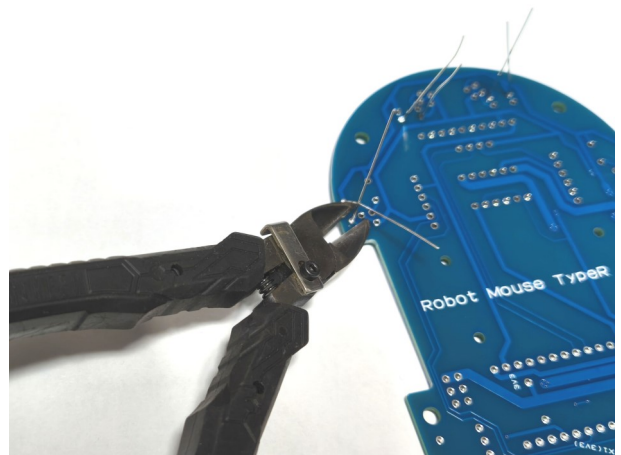

図2-4
4. すべてはんだ付けが終わったら、図2-4のようにニッパーで